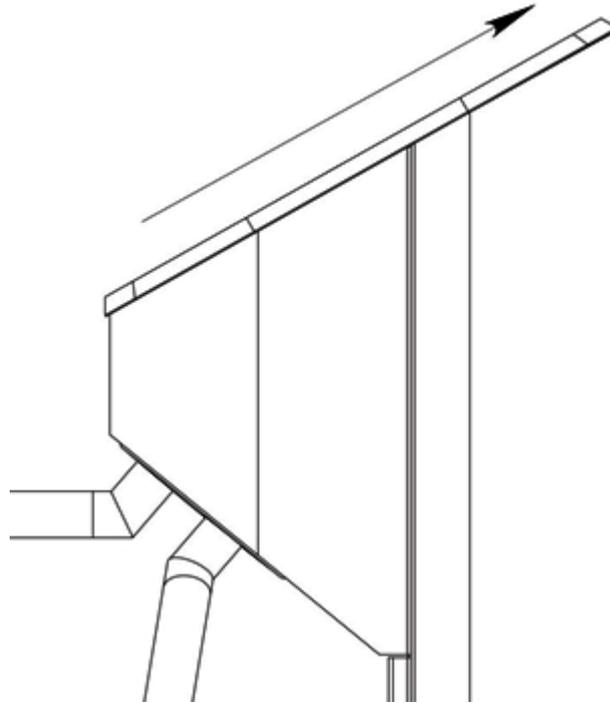

Рисунок 14 – Демонтаж панели индикации (центральная стойка турникета)
- Рисунок 14 – сдвинуть панель индикации в указанном направлении и поднять ее вверх;